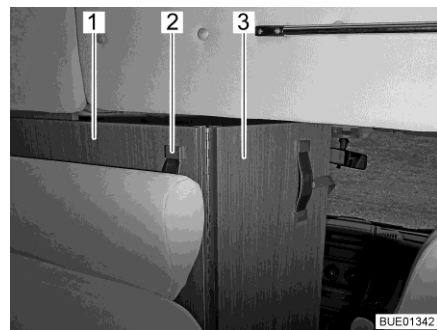

Fig. 53 Separazione cabina di guida
- Afferrare la separazione cabina di guida (Fig. 53,1) dall'impugnatura (Fig. 53,2) e tirarla verso l'interno, finché il bordo della separazione cabina di guida si trova all'incirca all'altezza dello schienale dei sedili (Fig. 53).
- Aprire la parte ribaltabile della separazione cabina di guida (Fig. 53,3) tra i sedili della cabina di guida.